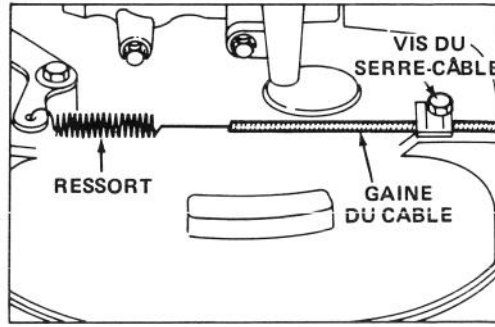

Figure 17
2. Desserrez la vis du serre-câble jusqu'à ce que la gaine du câble de frein se dégage (Fig. 17). Tirez sur le câble afin de le tendre sans pour autant exercer de tension sur le ressort. Serrez la vis pour fixer le réglage.